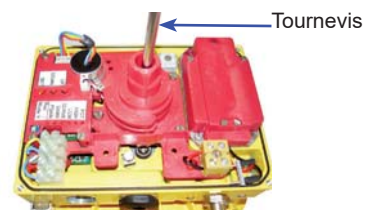

fig I-5
- Vérifier que l'axe du positionneur est bien enfoncé sur l'axe de l'actionneur puis resserrer la vis centrale permettent de serrer les mâchoires (cf fig I-5). Cela permet d'éliminer tout risque de jeu.